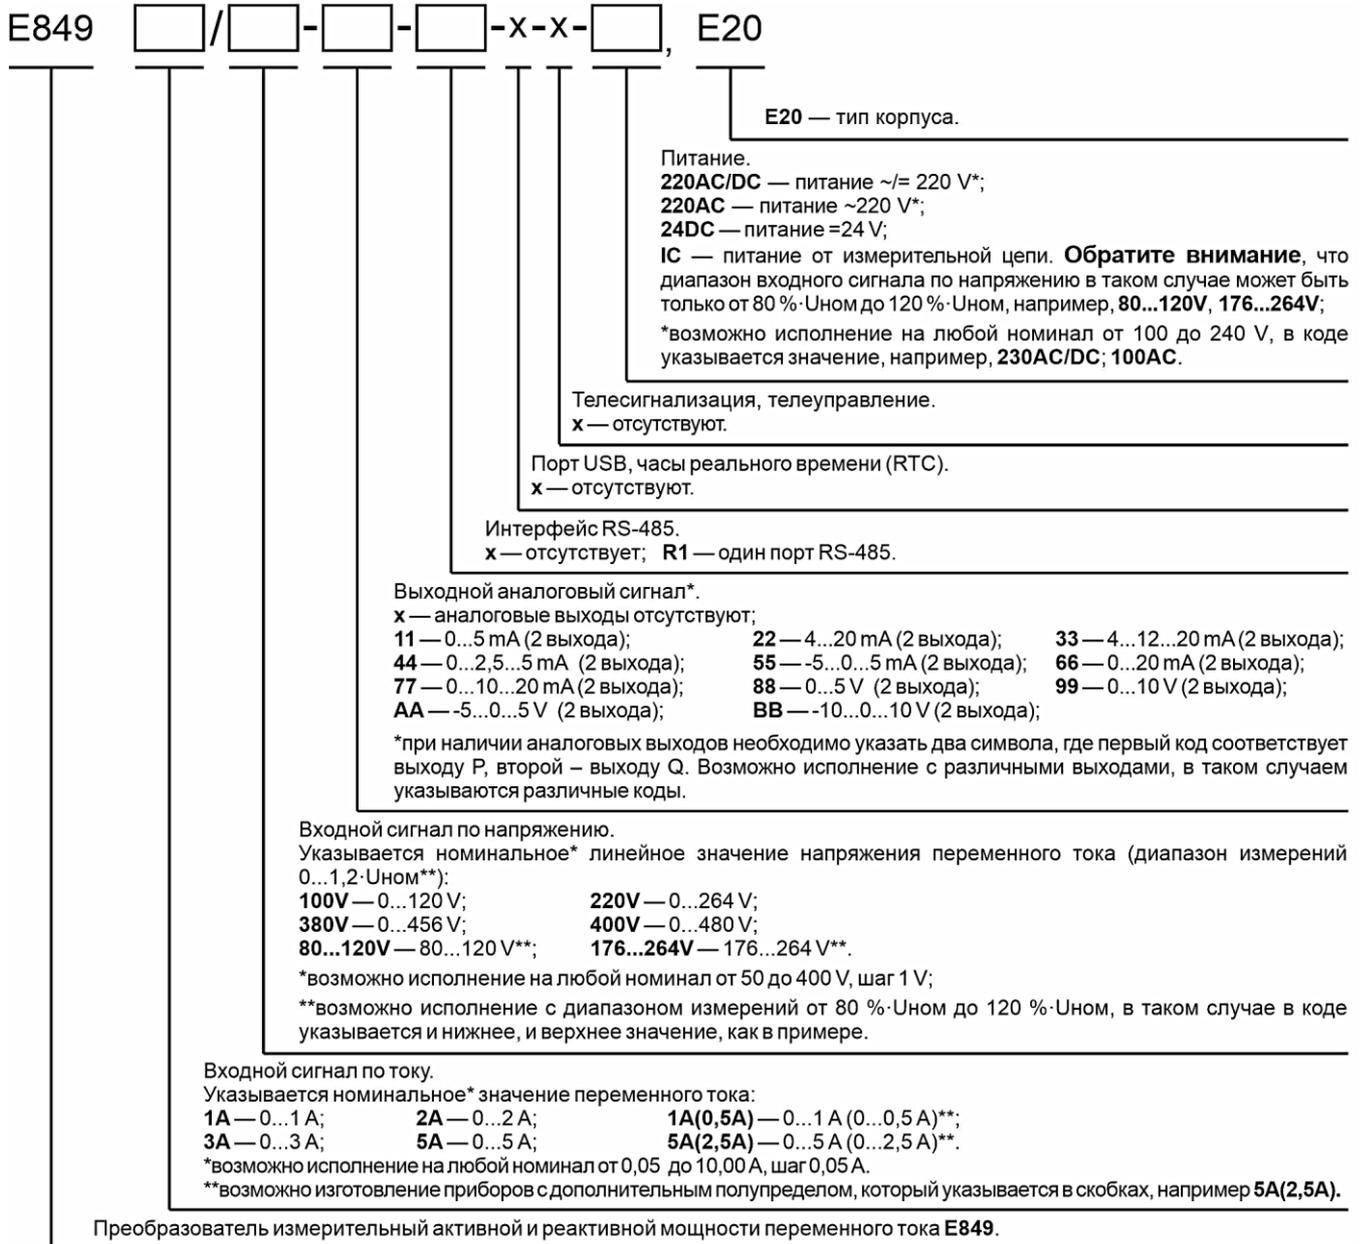

Рисунок 1 – Схема условного обозначения ИП
2.1 Основные технические данные ИП Е849 в соответствии с кодом условного обозначения (рис. 1).